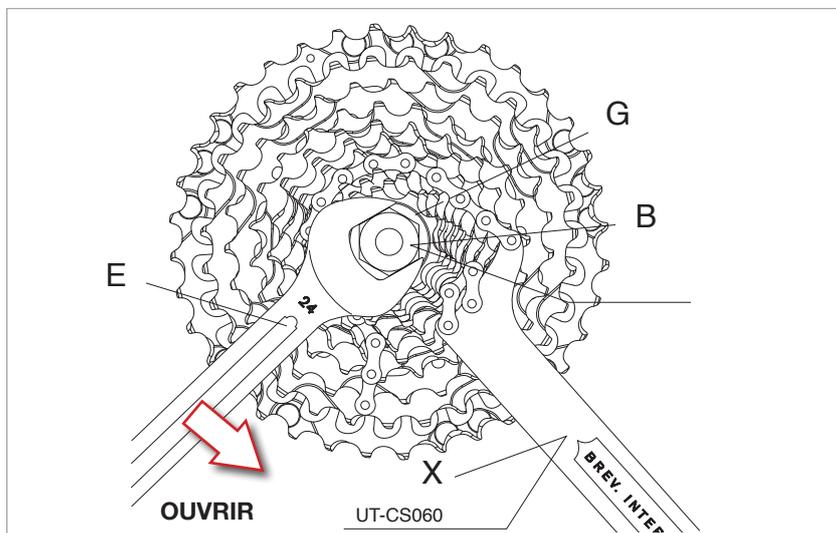

Fig.5
- Démontez la bague (G - Fig. 5) en utilisant l'outil Campagnolo® UT-BB080 (B - Fig. 5) avec une clé hexagonale de 24 mm (E - Fig. 5) et la clé à chaîne Campagnolo® UT-CS060 (X - Fig. 5) ou un outil équivalent.